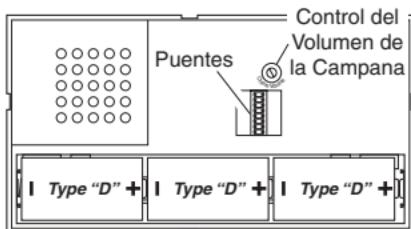

Figura 3 - Campana Interna
3. **Coloque las 3 pilas alcalinas "D".** Asegúrese de que estén correctamente colocadas (vea la Figura 3).
5. **Ajuste del control del volumen.** Regule el control de volumen al nivel deseado (vea la Figura 3).
- Cambie las baterías (pilas) (vea la Figura 3).